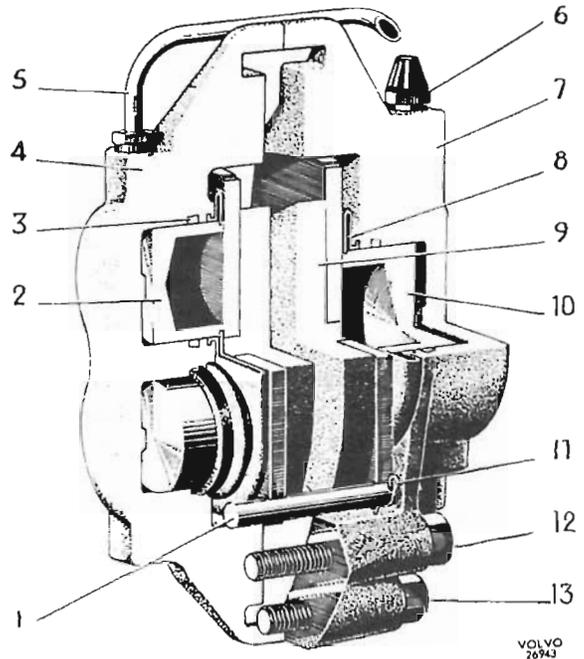
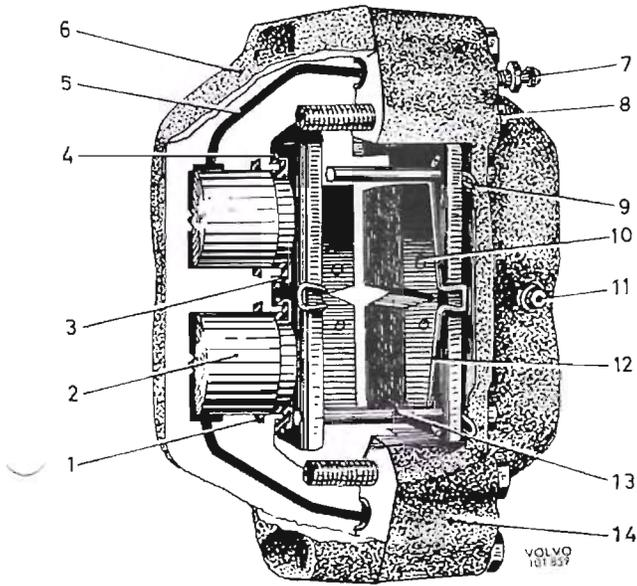

Abb. 9 Vorderer Bremssattel
Abb. 10 Bremssattel für Zweikreis-Bremsanlage, B 20
Am Achsschenkel ist ein Trägergehäuse befestigt, das Radzylinder und Bremsklötze aufnimmt, nämlich der sog. Bremssattel (2). Das Trägergehäuse besteht aus zwei Hälften, die durch Schraubverband zusammengehalten über der Bremsscheibe angebracht sind. Die Ausformung des Bremssattels ist je nach dem Typ der Bremsanlage etwas verschieden. Abb. 9 zeigt einen Bremssattel für die Einkreis-Bremsanlage und die Zweikreis-Bremsanlage, B 18. In diesem enthält die innere Hälfte einen größeren Kolben (10) mit Zylinder, während die äußere Hälfte zwei kleinere (2) aufnimmt. Alle drei Zylinder unterhalten durch Kanäle Verbindung miteinander und werden über eine Bremsrohrleitung vom Hauptzylinder gespeist. Abb. 10 zeigt einen Bremssattel für die Zweikreis-Bremsanlage, B 20. In diesem hat jede Hälfte zwei